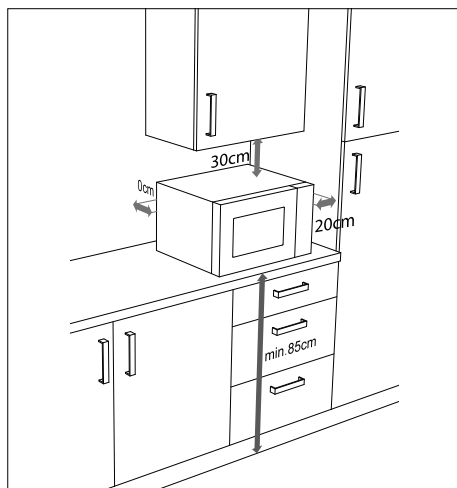

Fig. 4 – Distance entre les appareils
- ▶ Les distances illustrées dans la « **Fig. 4 – Distance entre les appareils** » doivent être respectées pour une ventilation suffisante. L'espaceur au dos de l'appareil doit toucher le mur. Il garantit la bonne distance lors de l'installation du four à micro-ondes.